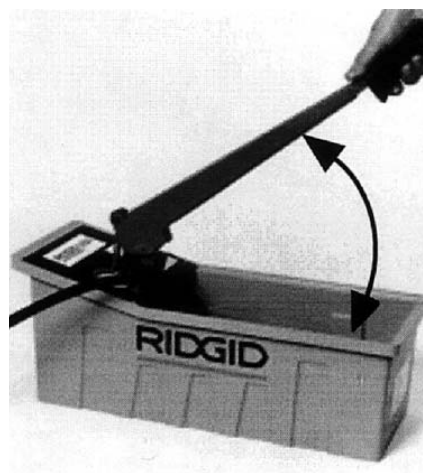

Fig. 2
3. Pumpa in vätska i systemet så att det fylls helt (fig. 2).